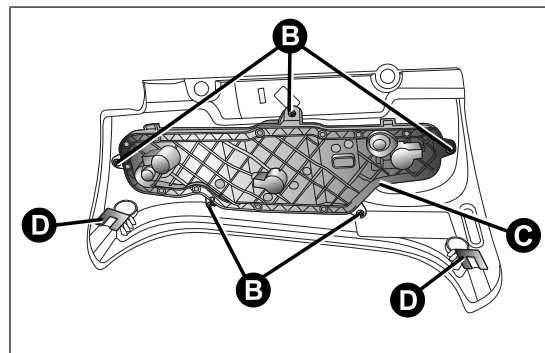

fig. 135
- ❑ aflojar los cinco tornillos B de sus alojamientos y extraer el portalámpara C fig. 135;